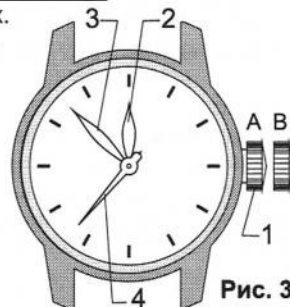

Рис. 3
- Часовую (2), минутную (3) и секундную (4) стрелки;
Заводная головка (1) Рис.3 имеет два положения: